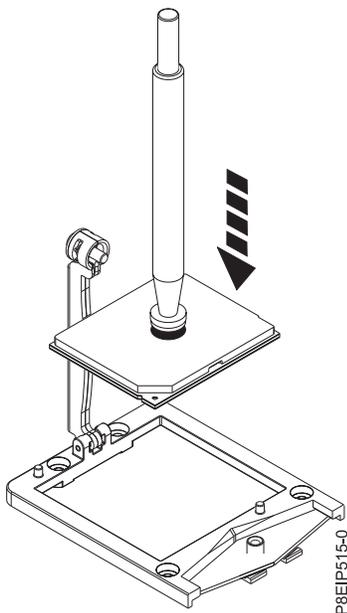

Abbildung 83. Prozessor auf das Socket herabsenken
- a. Senken Sie den Stift und das Systemprozessormodul auf dem Socket ab (siehe Abb. 83). Richten Sie die abgeschrägte Ecke des Prozessors an der abgeschrägten Ecke des Sockets aus. Gehen Sie vorsichtig vor, damit der Prozessor gleichmäßig abgesenkt und nicht gekippt wird.